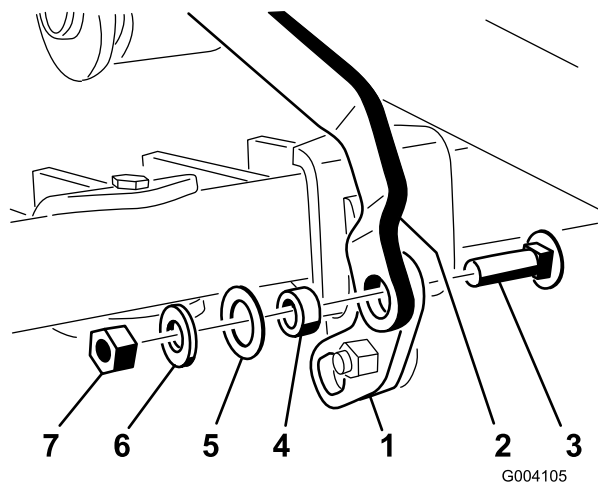

Figure 16
5. Le coude de la pédale de levage étant orienté en haut, fixez le trou carré de la patte de pivot sur l'extrémité de la biellette avec un boulon de carrosserie (3/8 x 1-1/4 po), une entretoise, une rondelle (1 po), une rondelle (13/16 po) et un contre-écrou (3/8 po), comme montré à la Figure 16.
6. Insérez un boulon excentrique dans le bas de la patte de pivot et du support de pivot, et fixez-le en place avec un contre-écrou (5/16 po) (Figure 16).